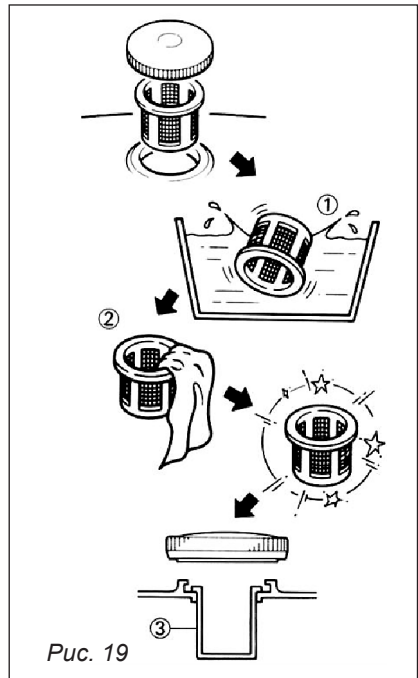

Рис. 19
8.5. Очистка фильтра бензобака (рис. 19)
- Открутите крышку бензобака и снимите сетчатый пластмассовый фильтр (1) бензобака, расположенный под крышкой бензобака.
- Промойте фильтр (1) растворителем и установите на место (3).